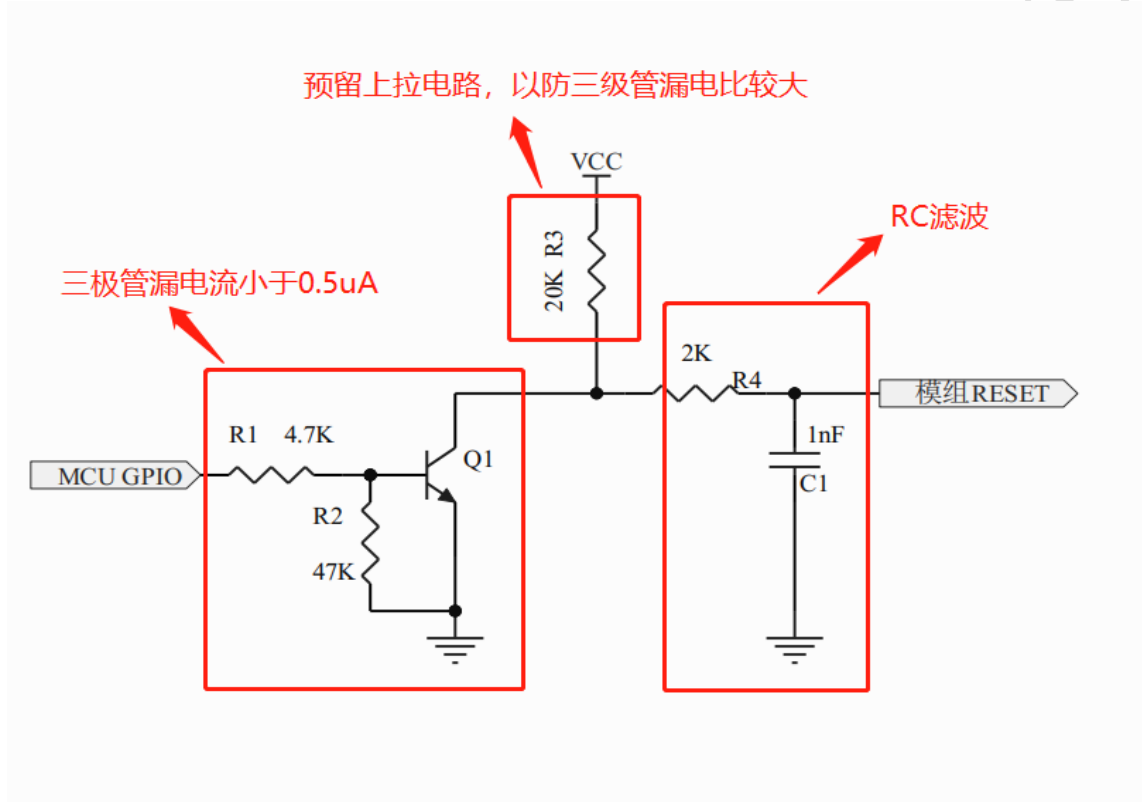

图 2: RESET 脚参考电路
- NB 芯片 RESET 脚内部上拉电阻非常弱且很容受到干扰影响而出现异常复位，需要在 RESET 脚加 RC 滤波电路(如图 2 所示)。如果模组内部已有 RC 电路外围电路可以省略。
- MCU GPIO 与模组的 RESET 通过三极管连接（如图 2 所示），要求三极管截止态的漏电流要小于 0.5uA，原因是 RESET 脚内部上拉较弱，漏电大了可能将 RESET 脚拉到 1.2V 以下。NB 芯片能正常工作其 RESET 脚高电平是要保证在 1.2V 以上才行。
- ① 用 MOS 管代替三极管，大多数 MOS 漏电流较小。
- ② 电路上预留上拉电路（如图 2 所示），VCC 的电压范围在 1.8V~3.6V 且要常开，不要用 NB 模组出来的电